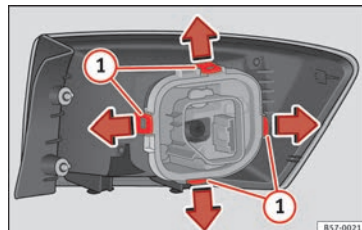

Fig. 112 Lengüetas de fijación en la parte posterior de la unidad de luz trasera.
- Desmonte el portalámparas desbloqueando las lengüetas de fijación » **fig. 112 ①**.